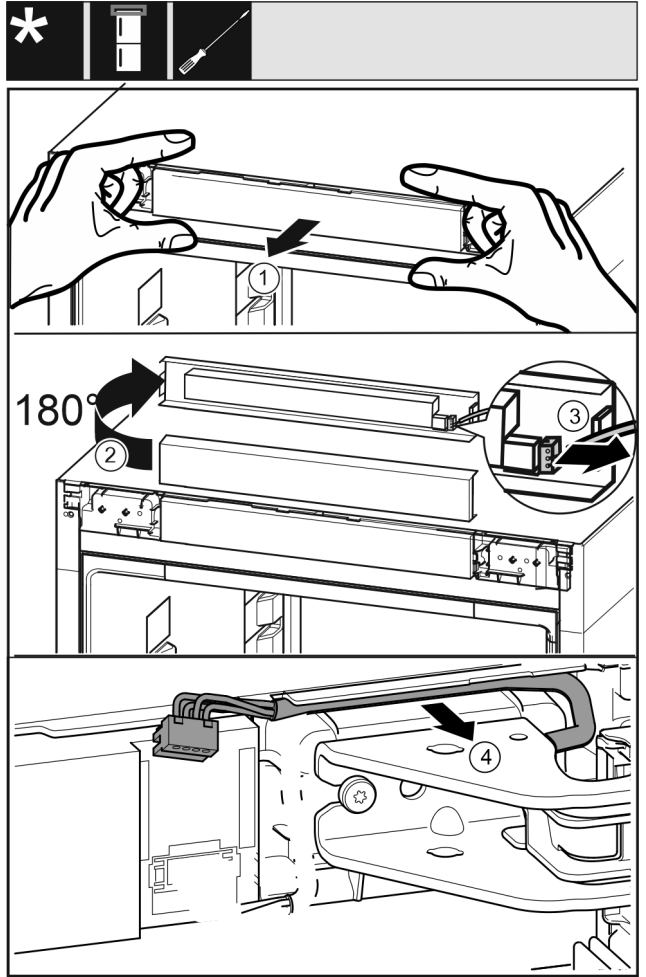

Fig. 8
- 小心地向前松开控制面板 Fig. 8 (1)。
- 将控制面板 Fig. 8 (2) 向上旋转 180°。
- 向后按住止动凸缘 Fig. 8 (3)，并小心地拉出插头。
- 将托架上方电缆 Fig. 8 (4) 小心地从导向装置上松开。